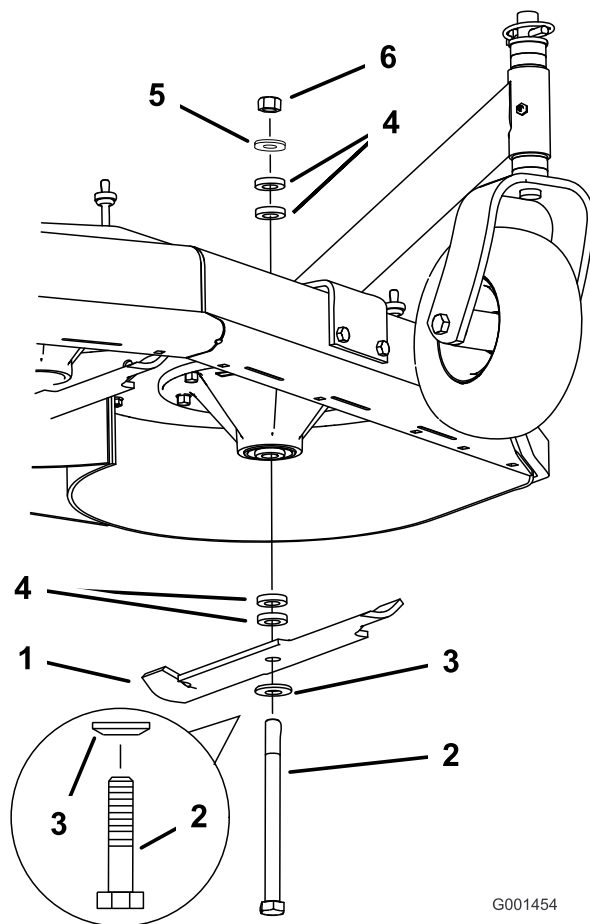

Figure 57
2. Enlevez de l'axe, l'écrou, le boulon de lame, la rondelle bombée, la lame, les entretoises et la rondelle mince (Figure 57).
1. Posez le boulon, la rondelle bombée et la lame. Choisissez le nombre d'entretoise(s) correct pour la hauteur de coupe, et insérez le boulon sur l'axe de lame (Figure 57).
2. Posez la ou les dernière(s) entretoise(s) et fixez-la ou les en place avec une rondelle mince et un écrou (Figure 57).